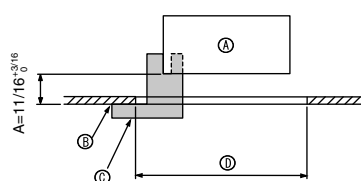
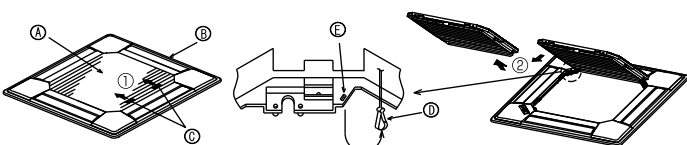
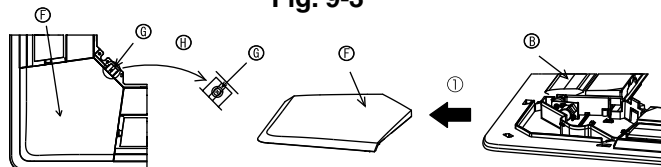

Fig. 9-2
Fig. 9-3
Fig. 9-4
①	Grille	1	950 x 950 (mm), 37-3/8 x 37-3/8 (pouces)
②	Vis avec rondelle captive	4	M5 x 0,8 x 25
③	Jauge	1	(Divisé en quatre parties)
④	Attache	3
⑤	Vis	4	4 x 8
⑥	Vis	1	4 x 12
9.2. Préparation avant d'attacher la grille (Fig. 9-2)
- A l'aide de la jauge ③ fournie avec ce kit, régler et vérifier la position de l'appareil par rapport au plafond. Si l'appareil n'est pas correctement positionné, il y aura des risques de fuites d'air et de la condensation pourrait s'accumuler.
- C Jauge ③ (insérée dans l'appareil)
9.2.1. Retrait de la grille d'admission (Fig. 9-3)
- Pour ouvrir la grille d'admission, faire glisser les leviers dans le sens indiqué par la flèche ①.
- Lorsque la grille se trouve en position « ouverte », retirer la charnière de la grille d'admission comme indiqué par la flèche ②.
9.2.2. Retrait du panneau en coin (Fig. 9-4)
- Retirer la vis du coin du panneau en coin. Faire glisser le panneau comme indiqué par la flèche ① pour le déposer.
[Fig.9-3] [Fig.9-4]